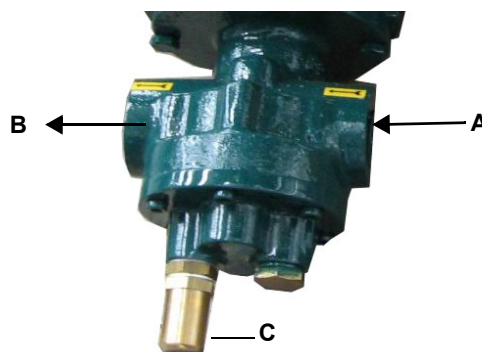

Рис. 5 - Cucchi
- Котлы с реверсивной топкой: в этом случае сопло должно входить в камеру сгорания на 50-100 мм., относительно плиты с трубной связкой. (Рис. 5)